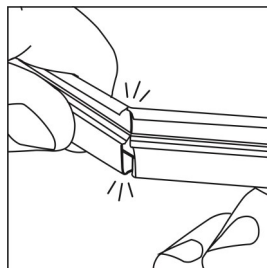

Fig. 9
3. Attrapez la barre de chaque côté du trait de coupe et pliez le long du trait de coupe. La barre se rompra (Fig. 9).